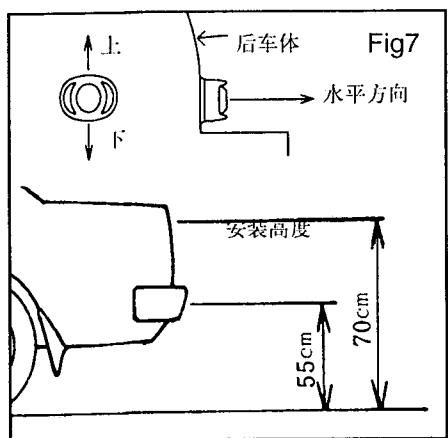

Fig7
- 传感器安装位不宜太低或太高，安装在离地55cm~70cm范围内为宜。如图7所示，探头贴面应保持垂直，向上或向下会影响使用效果，探头之间的距离最好为0.5~0.8cm。